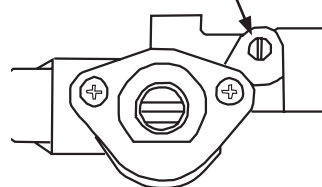

Fig. 16-2
1. Vérifiez que le pilote est allumé et en brûlant correctement (Fig. 16-2) puis le tour que le bouton de commande de brûleur dans le sens contraire des aiguilles d'une montre ↺ ainsi **ON** est au dessus. Ceci ouvre la valve et permet au gaz de couler dans le brûleur principal une fois que le commutateur "marche/arrêt" est mis EN MARCHÉ.
Le brûleur pilote est préréglé à l'usine et ne devrait normalement exiger aucun ajustement. Cependant, l'ajustement est nécessaire, les mesures suivantes devraient être prises : Avec le pilote le brûleur s'est allumé et le bouton de commande en position pilote, enlèvent soigneusement la vis de chapeau plac sur la soupape de commande (Fig. 16-2)